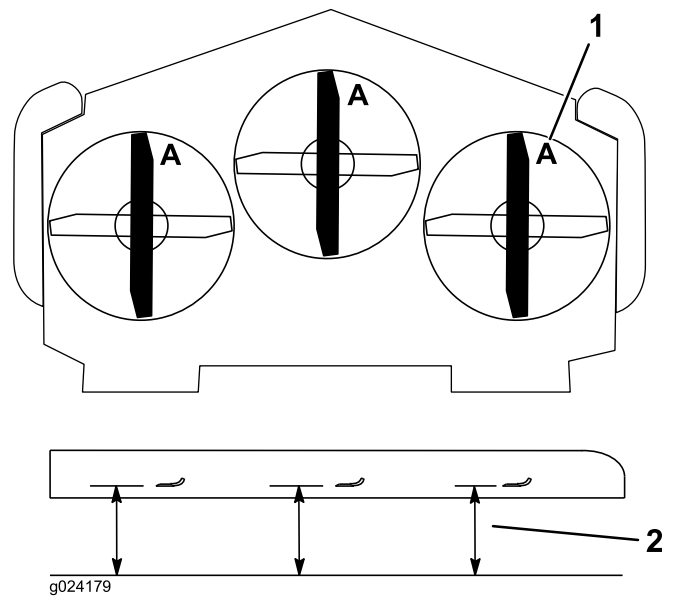

Figura 90
3. Gire las cuchillas hasta que los extremos estén orientados hacia adelante y hacia atrás (Figura 90).
4. Mida desde una superficie nivelada hasta el filo de corte, posición A, de las cuchillas (Figura 90). Anote esta dimensión.